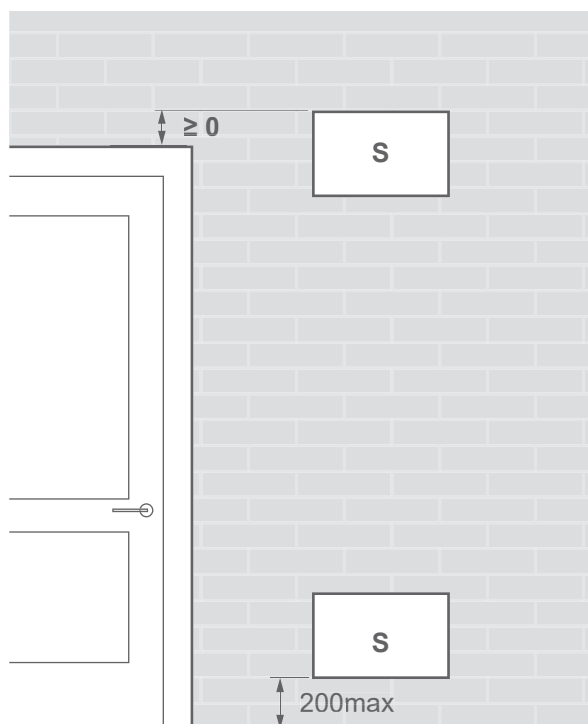

fig. 22 - Position des ouvertures pour la ventilation
- Le local bénéficie d'une aération naturelle vers une autre pièce dont la somme des volumes des deux pièces est supérieur à "charge totale fluide" (en kg) / 0.3kg/m³. Les aérations entre les deux pièces étant assurée par des ouvertures d'au moins : voir *fig. 23 et fig. 22*.